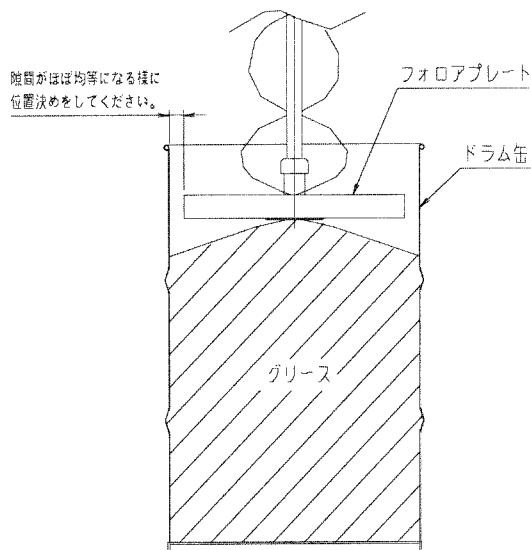

fig.2
1. ドラム缶中央部のグリースを山状にする事により、フォロアプレートの底面に押し当てられる事から山状のグリースが外側へ広がりながらグリースの表面が慣らされる（水平に近づく）為、エア噛みの要因を取り除きます。山の中央部と外周部の差の目安は、約50mm程度です。ドラム缶開封時にグリース充填跡が波状になっている場合などもこて等を使用して平滑な凸面にして下さい。この時にフォロアプレートとドラム缶との隙間をほぼ均等になるように位置決めをしてください。（fig. 2）